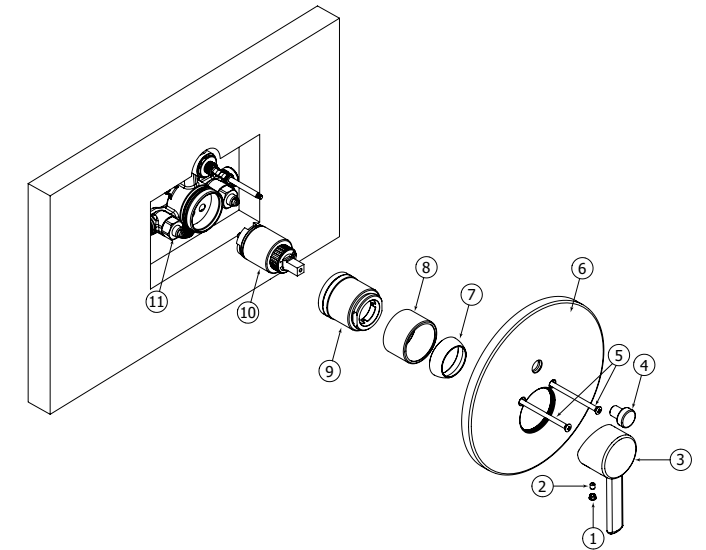

Fig.6
Shut off the main water supply, then remove all the components from (1) to (8). Fig.6. Afterwards, shut off the 2 check valves (11) by turning them clockwise with a screwdriver. Unscrew the cartridge holder (9) and remove the cartridge (10).
Fermer l'alimentation d'eau principale et démonter toutes les composantes de (1) à (8). Fig.6. Ensuite, fermer les deux valves d'arrêt (11) en les tournant dans le sens des aiguilles d'une montre avec un tournevis. Dévisser le manchon de valve (9) et enlever la cartouche (10).